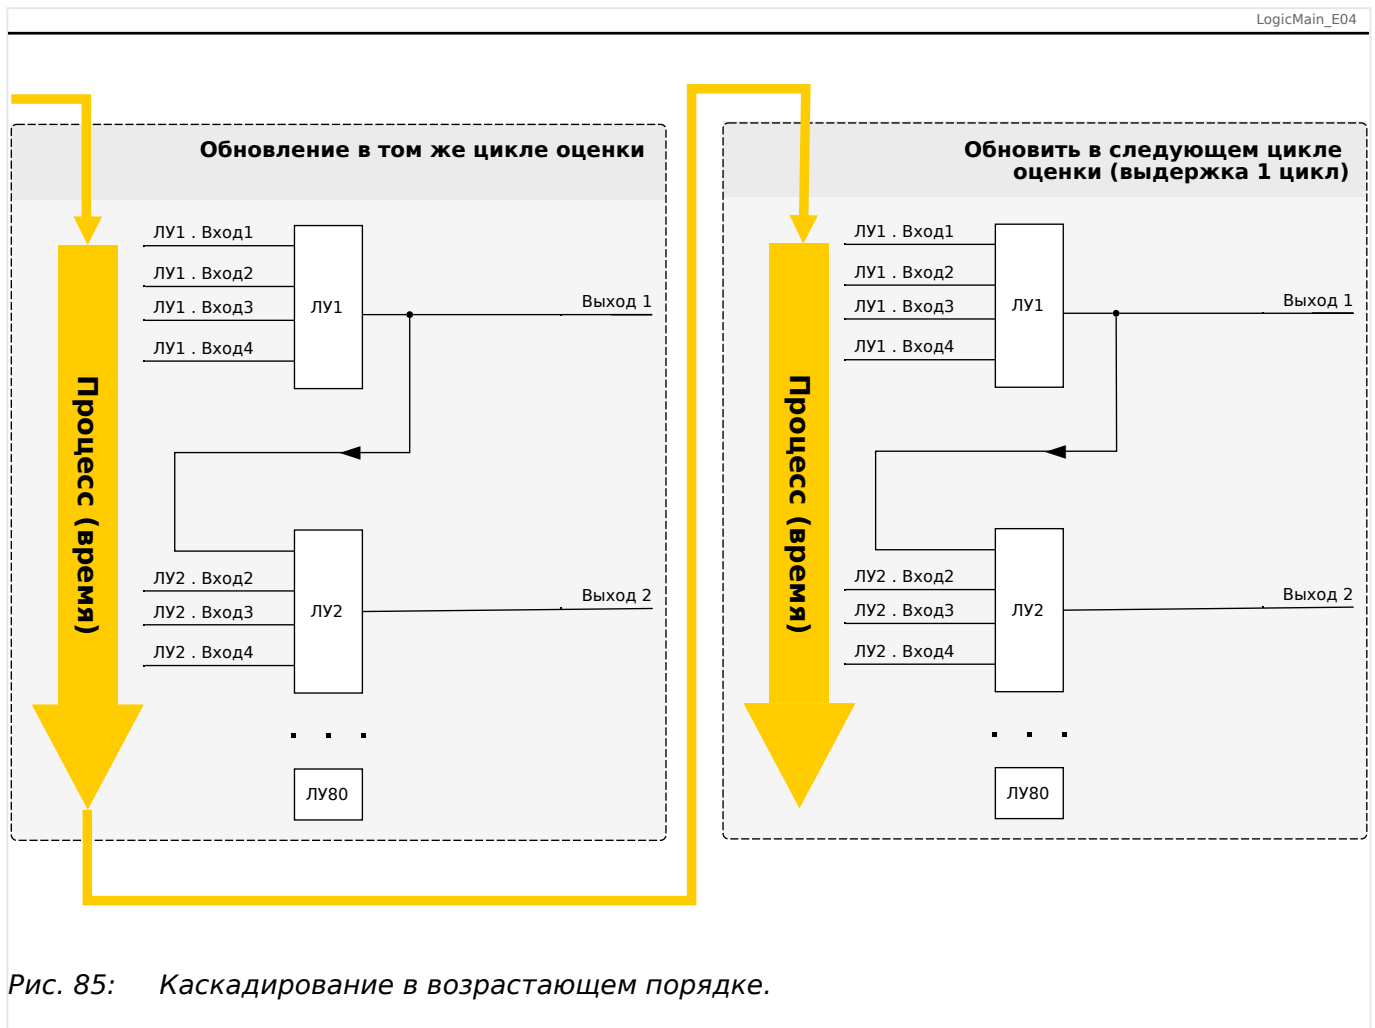
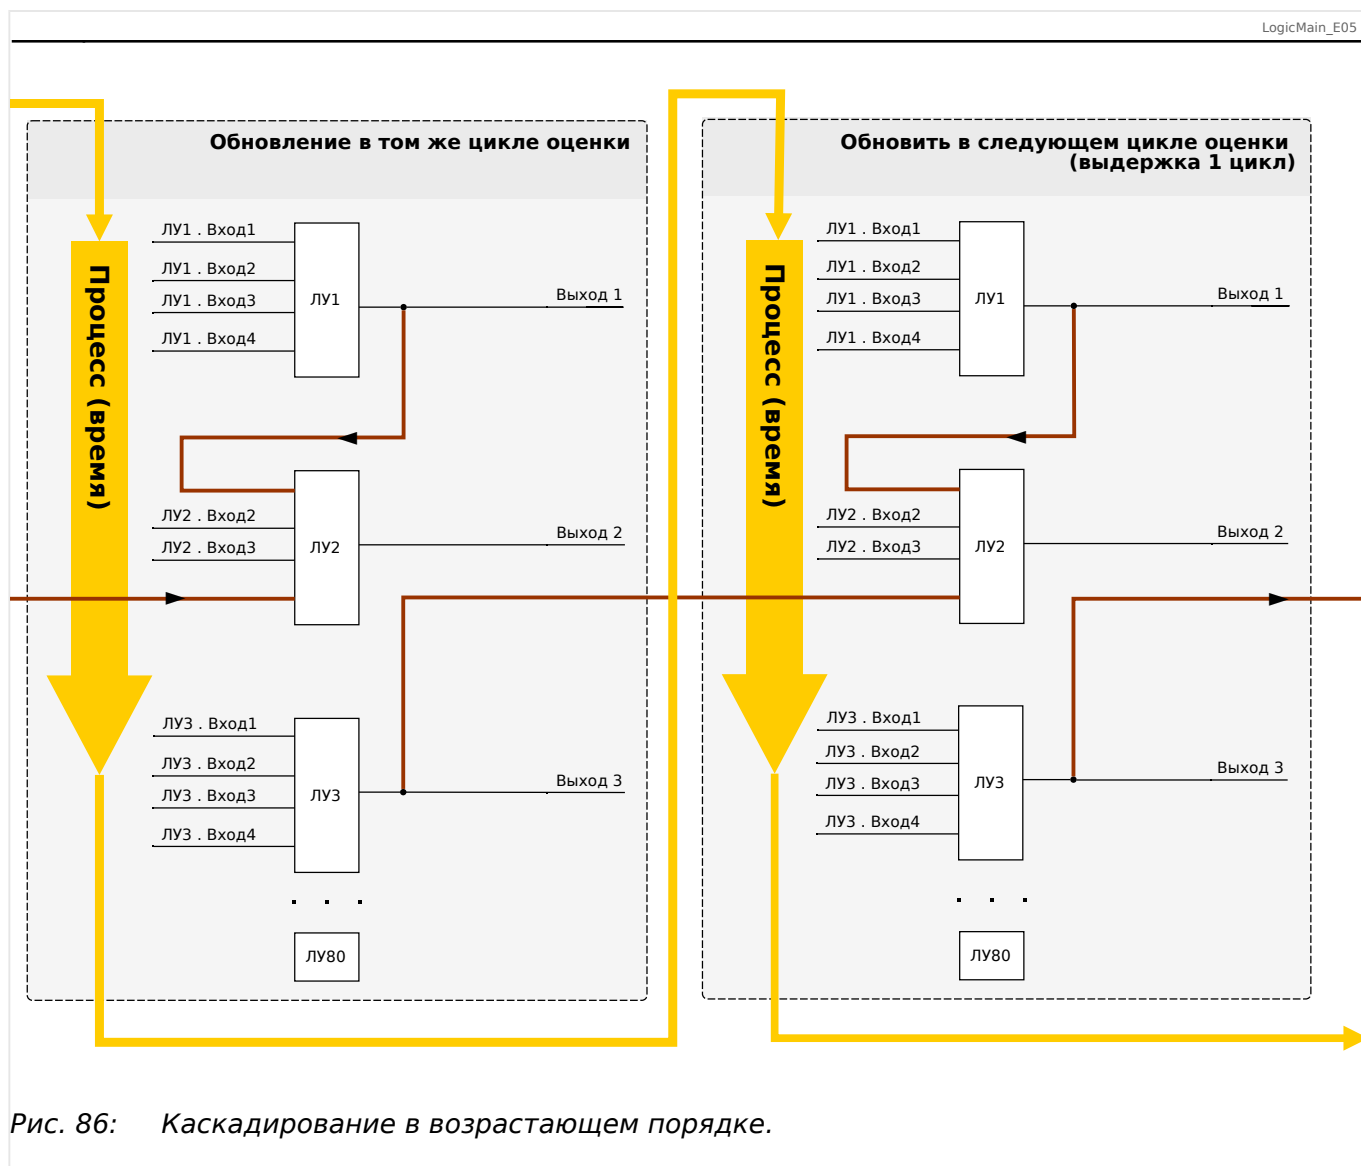

Рис. 85: Каскадирование в возрастающем порядке.
Рис. 86: Каскадирование в возрастающем порядке.
- **Возрастающий** порядок означает, что некий выходной сигнал поступает на вход одного из логических уравнений с **более высоким** номером. На приведенном ниже графике  **Рис. 85** приводится пример, когда результат логического уравнения ЛУ1 используется в качестве входного сигнала для логического уравнения ЛУ2.
- **Нисходящая** последовательность означает, что некий выходной сигнал поступает на вход одного из логических уравнений с **меньшим** номером. На графике  **Рис. 86** приводится пример, когда результат логического уравнения ЛУ3 используется в качестве входного сигнала для логического уравнения ЛУ2.
И возрастающий, и убывающий порядки можно не только использовать, но и комбинировать, при этом разница будет заметна не сразу. Однако, как показано в разделах  **Рис. 85** и  **Рис. 86** ниже, благодаря определению состояний всех уравнений в возрастающем порядке фактические рабочие значения, поступающие на вход любого из них, будут иной степени зрелости.
В представленном выше примере  Рис. 86 для «логического уравнения 2» используются состояния выходов двух других уравнений — «логического уравнения 1» и «логического уравнения 3». Результат «логического уравнения 1» используется в возрастающем порядке и, следовательно, определен в ходе того же рабочего цикла. Результат «логического уравнения 3» используется в убывающем порядке и, следовательно, определен в ходе предыдущего рабочего цикла.